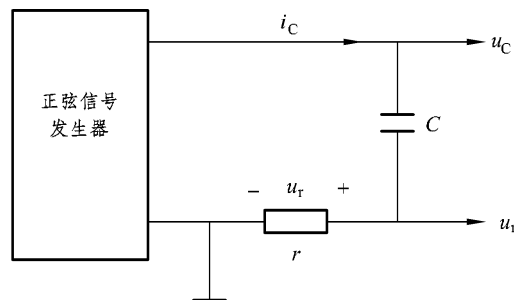

图 2.1
(1) 熟悉示波器、晶体管毫伏表和信号发生器的各主要开关和旋钮的作用。
① 示波器置于扫描(连续)工作方式,接通电源并经预热以后,在示波器的荧光屏上调出一条水平扫描亮线来。分别旋动【聚焦】、【辅助聚焦】、【亮度】、【标尺】、【垂直位移】、【水平位移】等旋钮,体会这些旋钮的作用和对水平扫描线的影响。
② 双踪示波器的自检。将示波器面板部分的“标准信号”接口,通过测量电缆接至示波器的Y轴输入接口CH₁和CH₂,调节各旋钮,使荧光屏上显示出线条细而清晰、亮度适中的方波波形,将时间扫描旋钮及幅值扫描旋钮调到“校准”位置,从荧光屏上读出信号的频率和幅值,并与标称值作比较。
③ 把信号发生器输出调到零值位置并接至示波器的输入端,然后打开信号发生器的电源开关,预热后再给定输出电压,在示波器的荧光屏上,调出被测信号的波形来。分别调节(或转换)示波器的水平扫描系统(X通道)和垂直系统(Y通道)的各个旋钮(或开关),体会这些旋钮(或开关)的作用以及对输入信号波形的形状和稳定性的影响。分别改变信号的幅值和频率,重复调节加以体会。
(2) 用示波器测量给定信号电源的幅值和频率,把测出的频率与信号发生器的标称频率相比较。使信号发生器输出一正弦波信号,用示波器与晶体毫伏表测量其幅值,并进行换算比较。记下测量步骤和方法。
(3) 测量同频率两信号的相位差。按图 2.1 接线,由信号发生器输出一给定正弦波电压,用示波器观察电容器的端电压 u_C 和流过电容器的电流 i_C 的波形。图中 r 为电流取样电阻, i_r 的波形即表示 i_C 的波形。然后用示波器测量 u_C 和 i_C 的相位差。改变信号源频率重复测量。